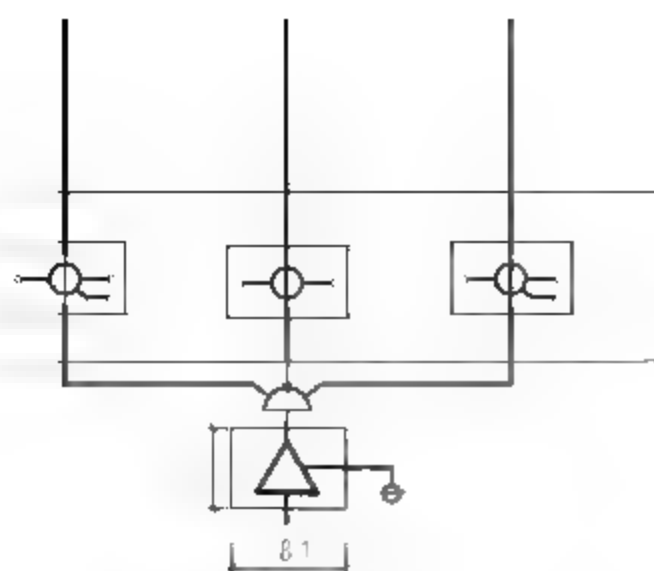

图13-38 绘制矩形
**09** 调用REC【矩形】命令，绘制矩形框选分配器，结果如图13-38所示。